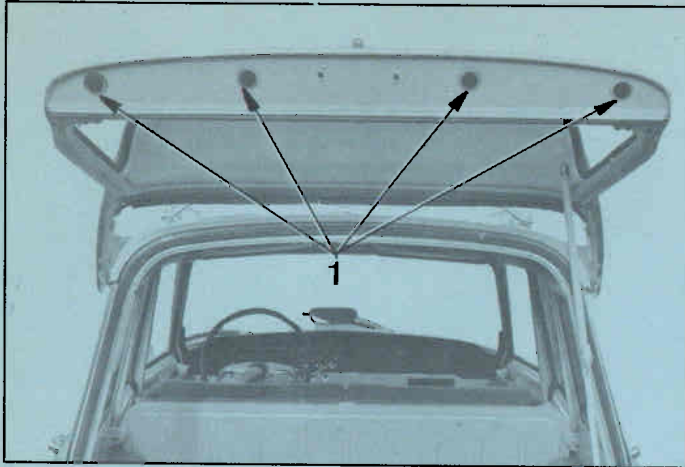

Fig. 9
3. Bovenklep achtertoegang (Break) (afb.9)
- Verwijder de vier stoppen (1) aan de onderzijde van de klep.